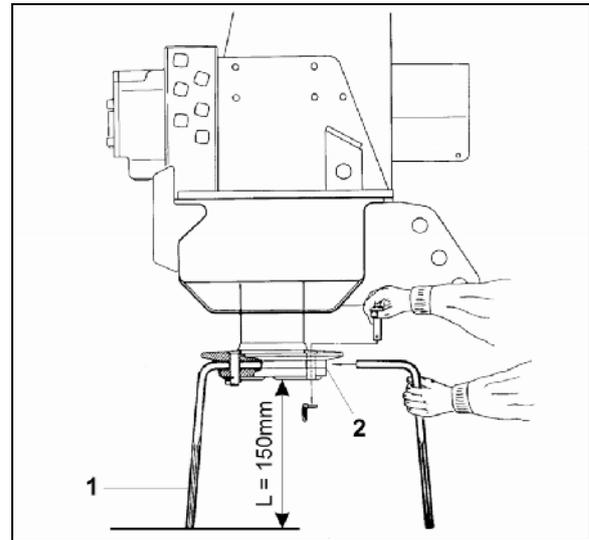

Fig. 56
**Die Stirnradwanne ist mit einem Entlüftungsrohr (Fig. 56/1) am Getriebe ausgerüstet.**
Die Zinken (Fig. 56/1) der Bodenbearbeitungsmaschine sind aus gehärtetem hochfestem Borstahl gefertigt. Die Zinken unterliegen einer Abnutzung und müssen spätestens bei einer Länge  $L_{\min.} = 150 \text{ mm}$  (Fig. 56) ausgetauscht werden. Bei großen Arbeitstiefen muss der Zinkenwechsel früher erfolgen, um Schäden bzw. Verschleiß an den Werkzeugträgern (Fig. 56/2) zu vermeiden.